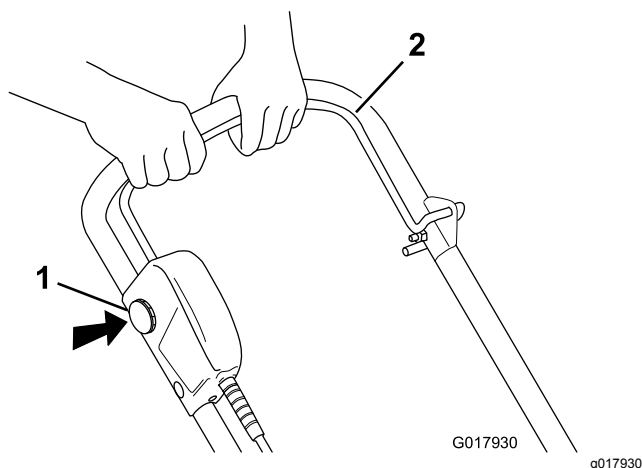

Figure 5
1. Pour démarrer le moteur, insérez le bouton de sécurité (clé) et appuyez de manière prolongée dessus, puis serrez la barre de commande contre le guidon (Figure 5).